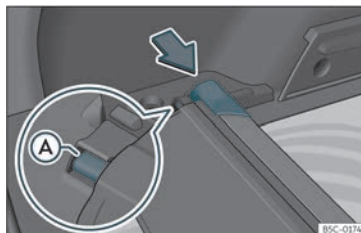

Fig. 121 Na bagageira: alojamento para guardar a chapeleira enrolável.
- Pressione a cabeça da chapeleira enrolável no sentido da seta até encaixá-la no alojamento previsto para essa utilização >>> Fig. 121. Certifique-se de que o patim ① encaixa no alojamento correspondente.